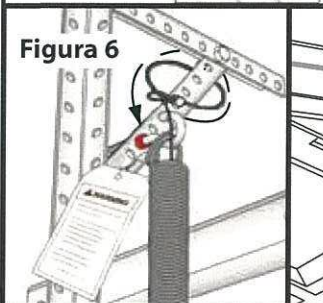

Figura 6
Paso 6: Su puerta se suministra con (4 o 6) cables. Los cables más largos son los cables de elevación y los más cortos son los cables de retención de seguridad. Instale uno de los cables de retención de seguridad (más corto), como se muestra en la Figura 6 (lado derecho). Para dos resortes, instale dos cables de retención de seguridad.